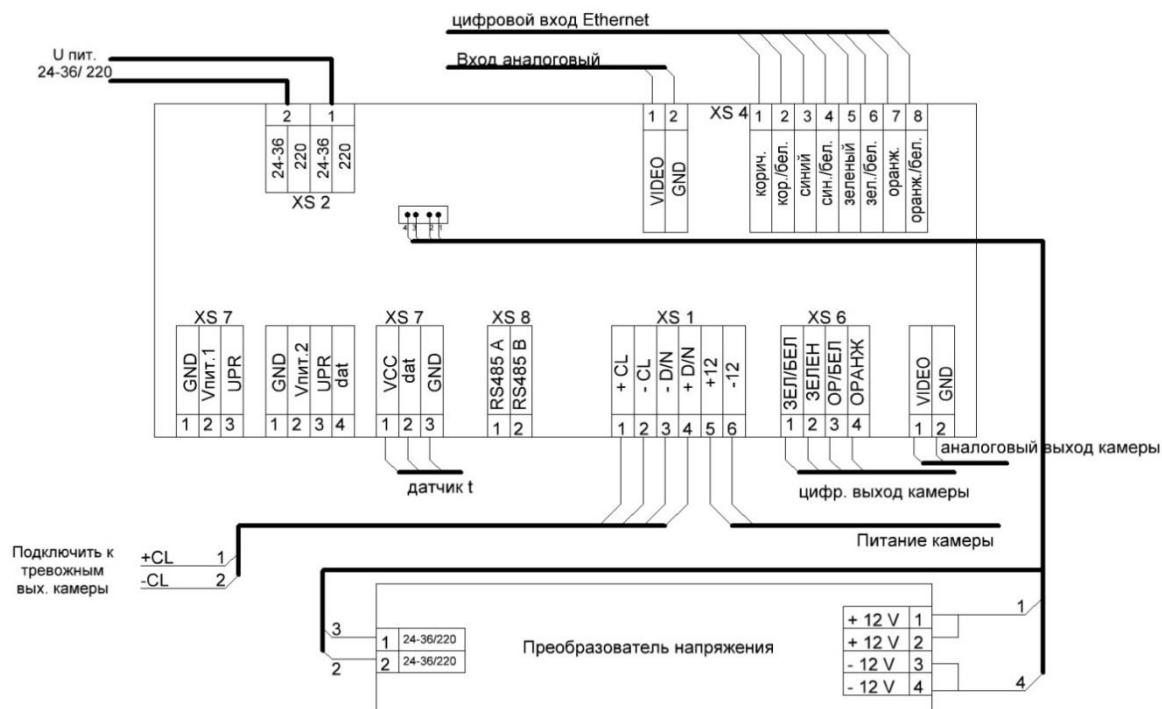
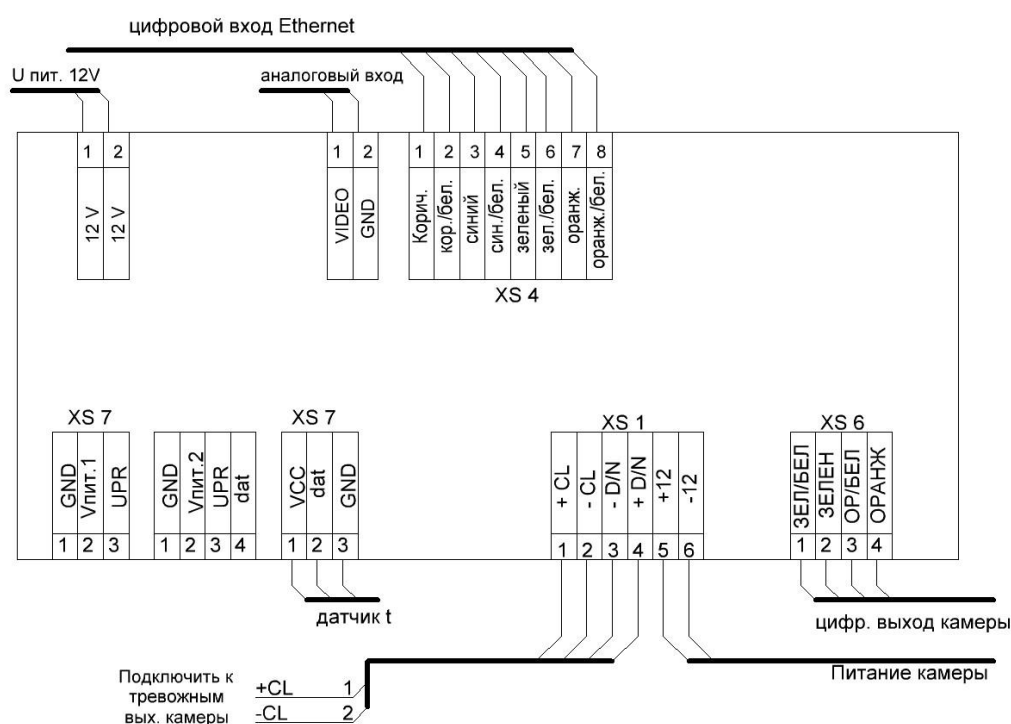

Рисунок 4.3 – Схема подключения термокожуха с напряжением питания 24–36 постоянного/переменного тока или 220 В переменного тока
Рисунок 4.4 – Схема подключения термокожуха с напряжением питания 12 В постоянного тока
5. Подключите питание и сигнальный выход видеокамеры к электронной плате термокожуха согласно схеме подключения (Рисунок 4.3, Рисунок 4.4).
6. Подключите электронную плату термокожуха к источнику питания с напряжением, соответствующим исполнению кожуха. Подключите видеовыход камеры к входу монитора с входным сопротивлением 75 Ом (Рисунок 4.3, Рисунок 4.4).